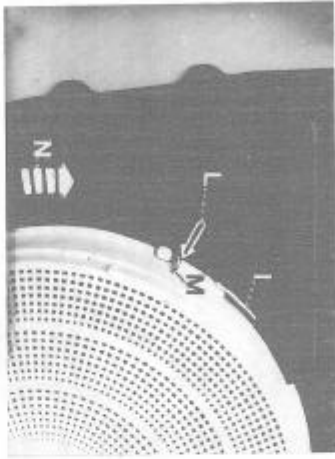

Fig. 5
- Setzen Sie den Aktivkohlefilter auf folgende Weise ein: Liegen Sie ihn auf die vorgesehene Punkte I, indem der Punkt L mit dem Zeiger M zusammentrifft und drehen Sie dann im Uhrzeigersinn von dem Zeichen N bis zur Sperrre (Abb. 5).